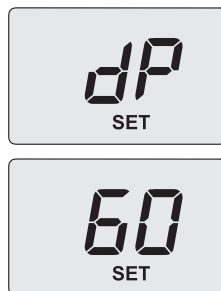

Figura 7.5
Sul display compare la scritta "**SET**" (Figura 7.5).
- Una volta impostato il valore a **4** (spazzacamino attivo in massimo sanitario) premere il tasto 13 per confermare. Sul display appare **dP** alternato alla temperatura massima in sanitario (Figura 7.5).